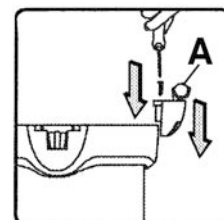

FIGURE 4
- 1) Avec le couvercle/moteur assemblé retiré, tournez la cuve en envers. Insérez les roulettes (A) Fig.4 dans les rainures en-dessous la cuve tel qu'illustré.